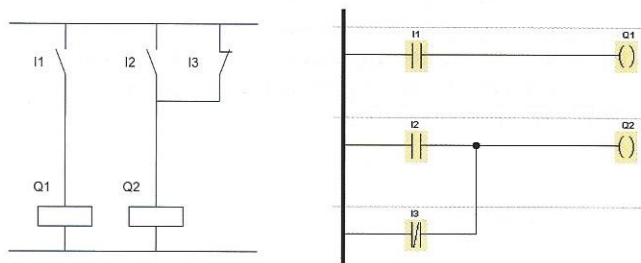

Figura 5.87. Comparativa entre un circuito eléctrico y su programa para el Logo!
Los contactos pueden ser abiertos (NO) o cerrados (NC), de similar manera a los contactos empleados en los circuitos eléctricos. En la Figura 5.87, se muestra un ejemplo de comparativa entre los esquemas eléctricos y los esquemas de programación en lenguaje de contactos.